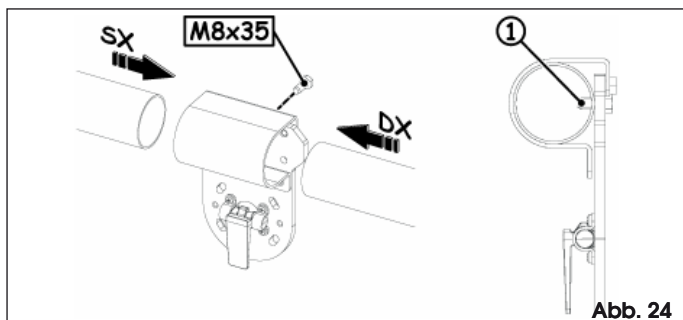

Abb. 24
Am einen Ende der Stange befindet sich eine Öffnung. Die Öffnung muss so ausgerichtet sein, dass die Sicherheitsschraube eingeführt werden kann, Abb. 24 Bez. ①. Dadurch wird vermieden, dass die Stange nach unten abrutschen kann, wenn sie sich in senkrechter Position befindet.